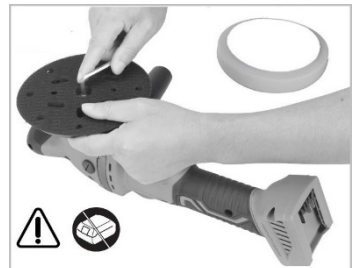

Рисунок 6
4.4 Заміна опорної полірувальної тарілки (дивіться рисунок 6)